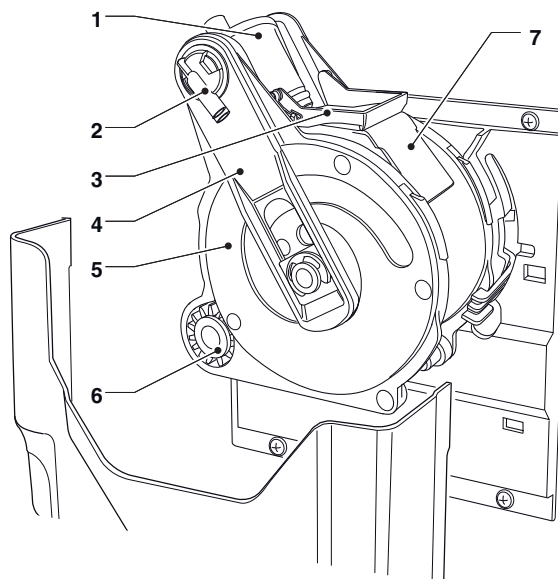

Fig. 21
Il pistone superiore (4) si allinea con la camera di infusione (fig. 21 -1) e scende all'interno della stessa. La posizione di arresto del pistone per l'infusione sarà in funzione del quantitativo di macinato presente nella camera.